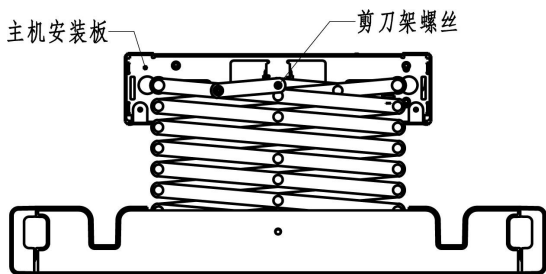
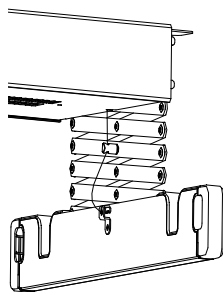

图 3
图 4
7. 安装剪刀架：先将剪刀架一端安装在主机安装板上，用剪刀架螺丝锁紧（如图 3 所示），再将钢丝绳的圆锌头套进衣杆支撑板的卡孔内，将另一端剪刀架安装在衣杆支撑板槽内，并用剪刀架螺丝锁紧（如图 4 所示）。